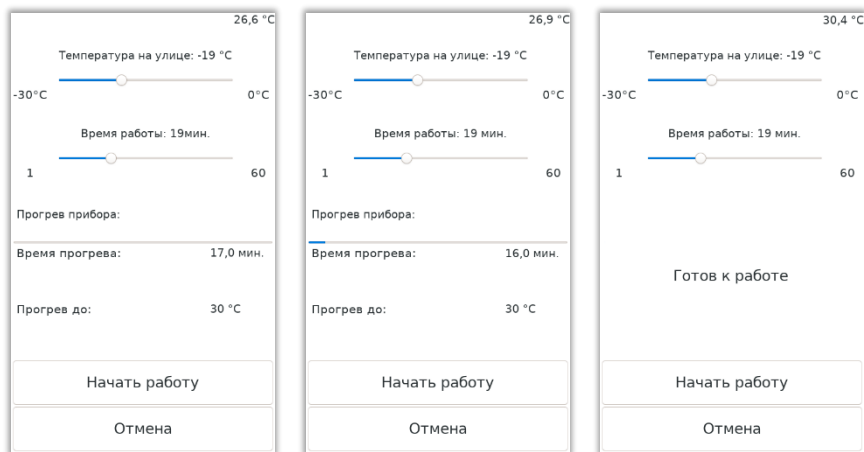

Рисунок 21 Окно настроек прогрева прибора для работы при отрицательных температурах
5.6.1.8.5. Настройка прогрева прибора для работы при отрицательных температурах и его отключение при необходимости остаться в помещении. При нажатии на кнопку «Низкие температуры» открывается окно (Рисунок 21), аналогичное настройкам при включении прибора. Перемещая ползунки на экране, выберите примерную температуру на улице и планируемое время измерений. Начнется прогрев прибора. Будет показана температура, до которой прогреется прибор, и примерное время ожидания. Когда прогрев завершится на экране появится надпись «Готов к работе». В любой момент времени можно нажать кнопку «Начать работу» и продолжить измерения, но до окончания прогрева прибора не советуем покидать теплое помещение. Прибор готов к работе в случае исчезновения стрелочек.